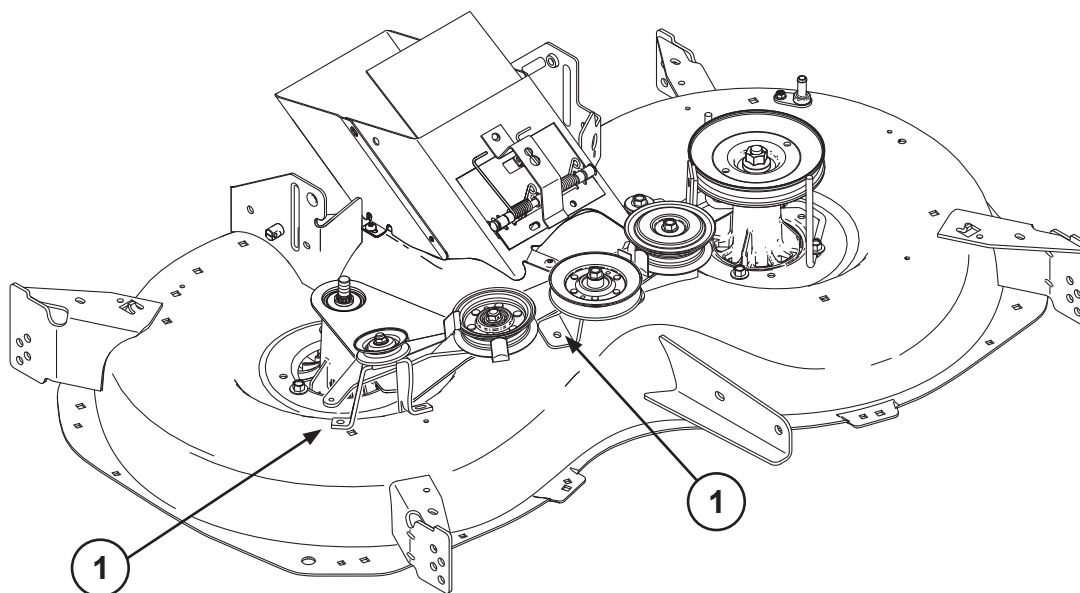

Fig. 4
- Ⓡⓤ 6. Установите два новых кронштейна с болтовым креплением (1) и отметьте отверстия на деке. С помощью коронки 11/32" просверлите необходимые отверстия для крепления кронштейнов (рис. 4).
- Ⓡⓞ 6. Puneți două șuruburi pe consolele (1) și marcați orificiile pe punte. Utilizați un burghiu de 11/32" pentru a realiza găurile necesare pentru fixarea consolelor (Fig. 4).